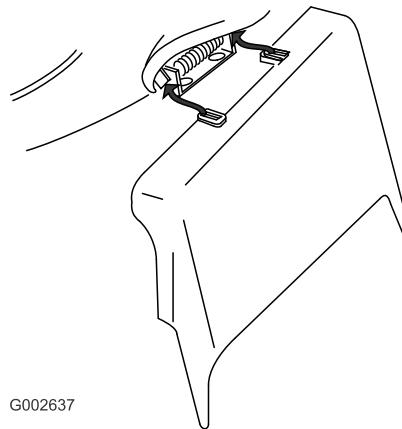

Bild 34
- Setzen Sie den Seitenauswurfkanal ein und schließen Sie die Klappe auf dem Auswurftunnel (Bild 34).